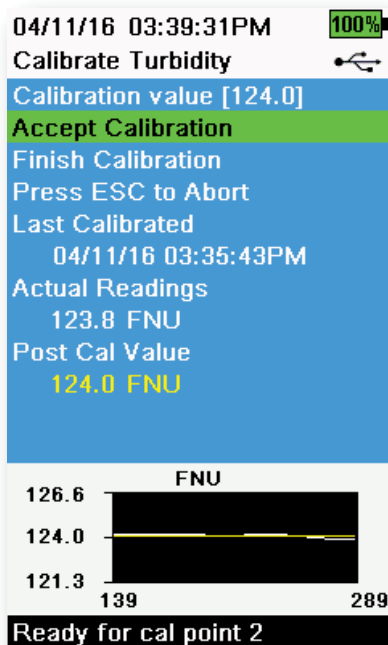

Figura 54 Calibração da Turbidez
8. Certifique-se de que não existem bolhas de ar na lente do sensor de turbidez. Observe as leituras de medição reais para estabilidade e selecione **Aceitar Calibração** (Figura 54). "Pronto para cal. ponto 3" aparece na área de mensagens.